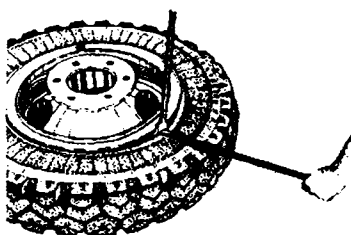

Рис. 5-10. Установка лопаток
3. В образовавшийся зазор между бортовым кольцом и шиной вставить прямую и вилочную лопатки таким образом, чтобы прямая лопатка находилась в пазу вилочной (рис. 5-10.).